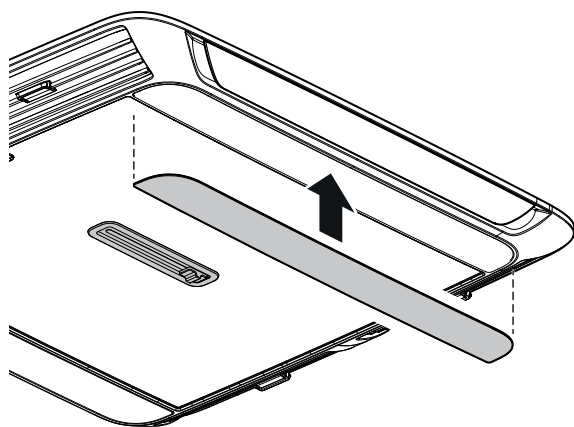

Abb. 27
- ▶ Beide Paneele unten auf Luftverteiler aufstecken (Abb. 27).